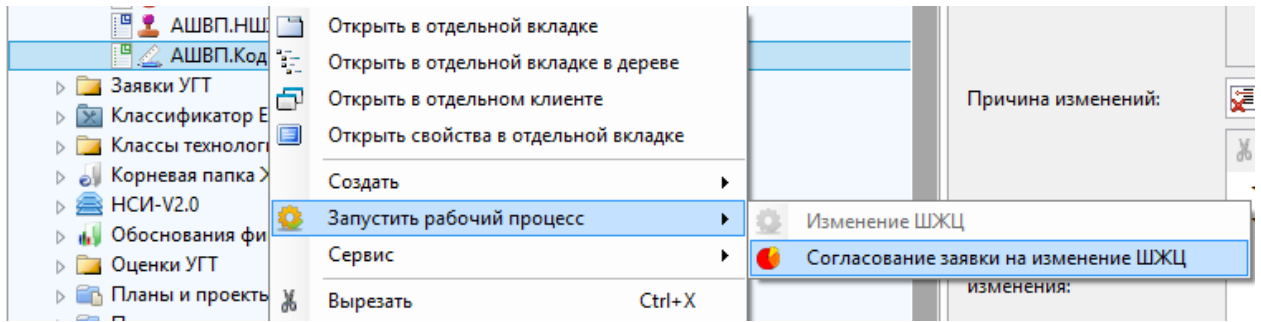

Рисунок 222 — Запуск рабочего процесса «Согласование заявки на изменение ШЖЦ»
- выбрав заявку, нажать правой кнопкой мыши, в левом столбце выпадающего меню выбрать «Запустить рабочий процесс», в правом выбрать «Согласование заявки на изменение ШЖЦ» (Рисунок 222);